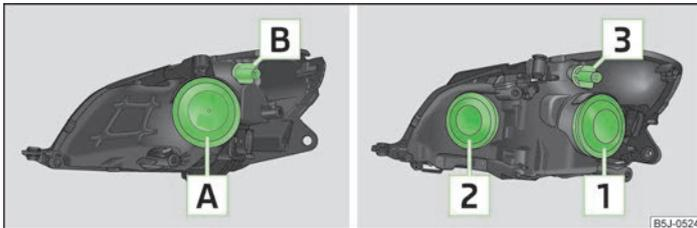

Abb. 146 Glühlampenordnung: Halogen-Scheinwerfer / Halogen-Projektorscheinwerfer
- Die Gummiabdeckung  A » Abb. 146 auf Seite 176 abnehmen.
- › Die Gummiabdeckung  » Abb. 146 auf Seite 176 abnehmen.
- › Die Fassung  » Abb. 146 auf Seite 176 bzw. die Fassung  bis zum Anschlag **entgegen dem** Uhrzeigersinn drehen und zusammen mit der Glühlampe für Blinklicht herausnehmen.
- › Die Gummiabdeckung  » Abb. 146 auf Seite 176 bzw.  abnehmen. .